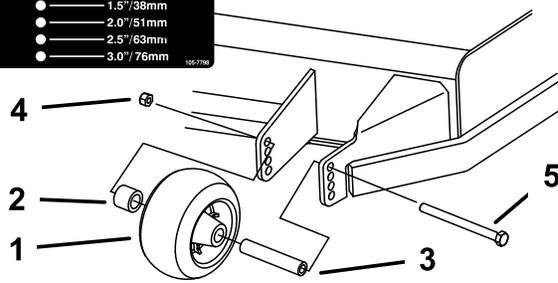
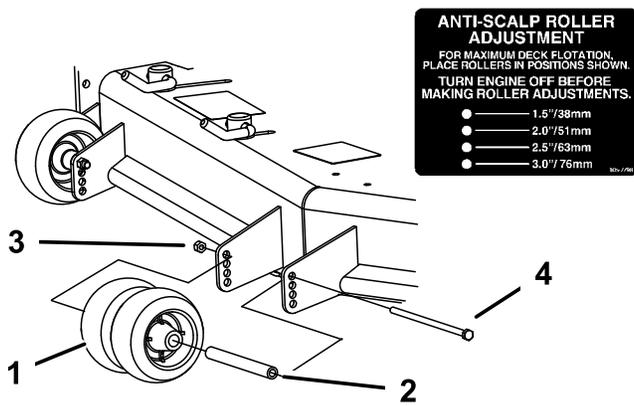
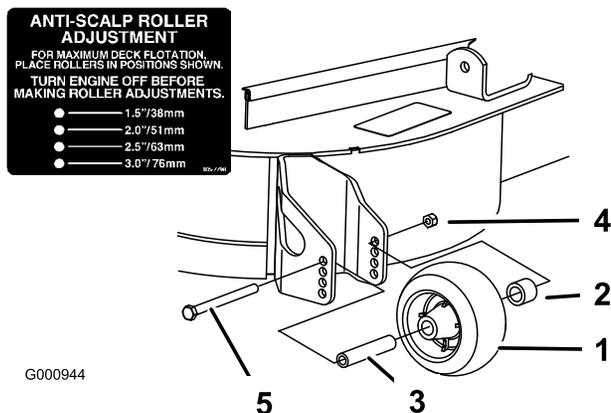

Figura 19
Figura 20
Figura 21
3. Después de ajustar la altura de corte, ajuste los rodillos retirando la tuerca con arandela prensada, el casquillo, el espaciador y el perno (Figura 19, Figura 20, y Figura 21).
- Nota:** Los dos rodillos centrales no tendrán espaciador (Figura 20).
5. Instale la tuerca con arandela prensada, el casquillo, el espaciador y el perno. Apriete a 54–61 Nm (40–45 pies-libra) (Figura 19, Figura 20 y Figura 21).